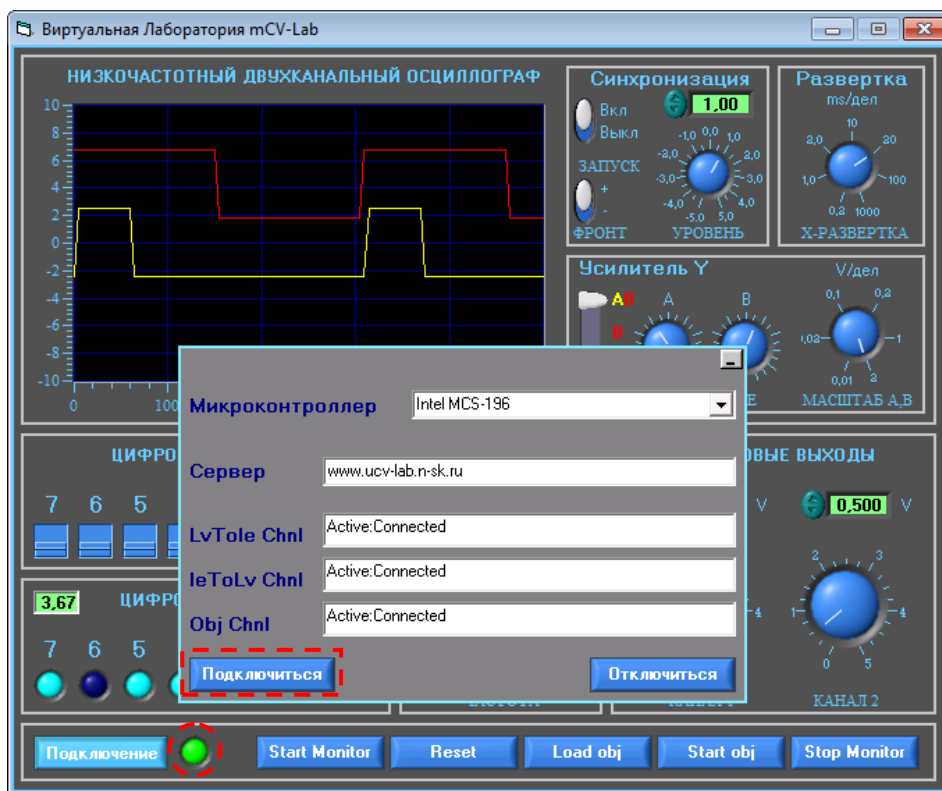

Рис. 2. Рабочее место подключено к серверу Web-лаборатории
6. Щелкните по кнопке «**Подключение**», в открывшемся окне выберите в выпадающем списке «Микроконтроллер» наименование нужного семейства микроконтроллеров и щелкните по кнопке «**Подключиться**». Через некоторое время в статусных строках **LvToIE Chnl**, **leToLv Chnl** и **Obj Chnl** появится сообщение «**Active: Connected**» и включится зеленый индикатор «**Подключение**», расположенный рядом с кнопкой «Подключение» на панели виртуального стенда - связь установлена и можно приступать к работе (рис. 2).